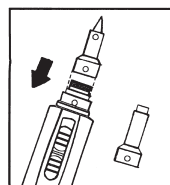

Fig. 4
2. Skru fast hodet for lodding med passende loddespiss eller spissen for varmluft på brennerhodet. Se fig. 4.